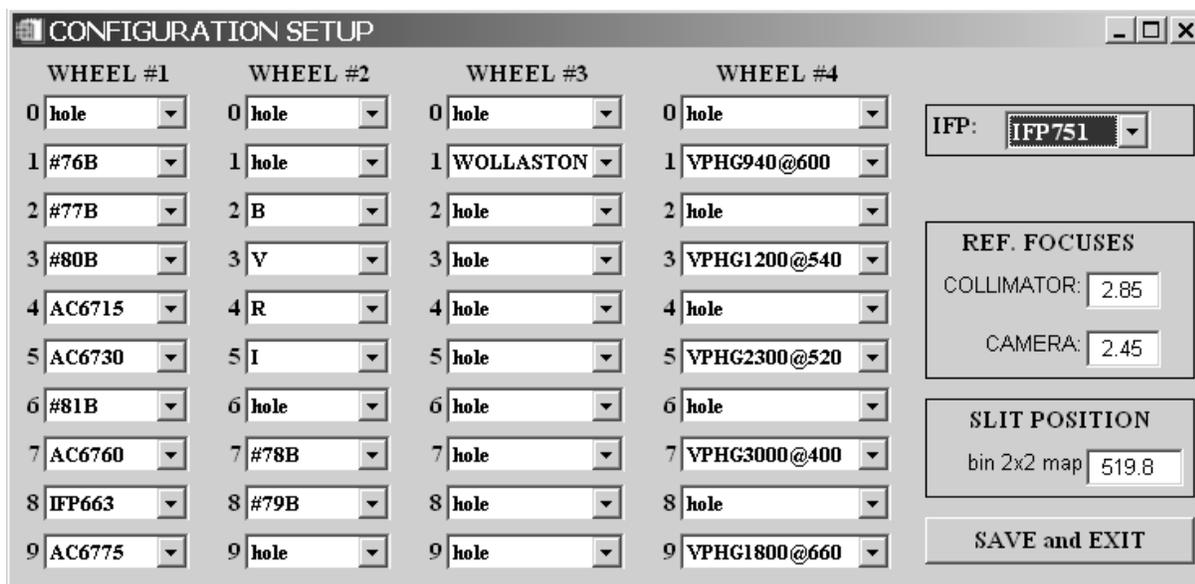

Рис. 11: Окно записи конфигурации.
2. **SET CONFIGURATION**. Кнопка вызывает меню (рис. 11), в котором для каждой турели прописываются установленные в них решетки, фильтры и фазовые пластинки. Здесь же указывается название установленного ИФП, а также опорные значения фокуса коллиматора. Фокус камеры пока нигде не используется – дается просто в напоминание. В окне **SLIT POSITION** прописывается положение щели спектрографа, измеренное по кадру $\text{binning}=2 \times 2$. Оно записывается в дескриптор **SLITPOS** fits-файлов для того, чтобы положение щели отображалось поверх изображений в программе визуализации – это удобно для контроля наведения на объект.